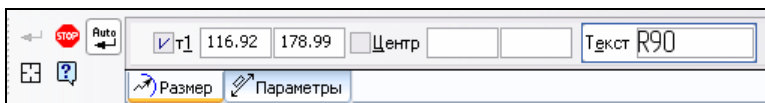
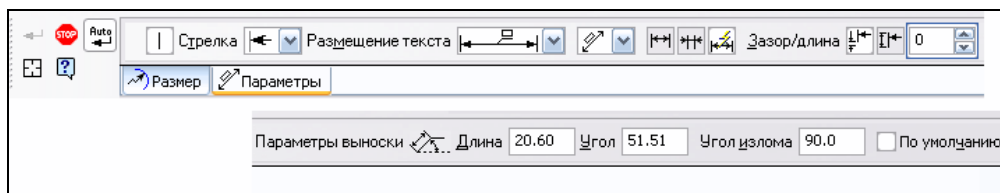

Рис. 2.11. Панель свойств команды **Радиальный размер с изломом** на вкладке **Размер**
Рис. 2.12. Панель свойств команды **Радиальный размер с изломом** на вкладке **Параметры**
- ◆ вызовите команду **Радиальный размер с изломом** из выпадающего меню команды **Линейный размер** на панели инструментов **Размеры**. Укажите курсором дугу, которую необходимо измерить. Обратите внимание на Панель свойств данной команды. В версии 12 эта панель состояла всего из одной вкладки **Размер**. В данной версии, кроме вкладки **Размер** (рис. 2.11), появилась еще одна вкладка — **Параметры** (рис. 2.12);
- ◆ для настройки параметров размеров щелкните ЛК мыши по вкладке **Параметры** (см. рис. 2.11). Это точно такая же вкладка, как при простановке линейных размеров, диаметральных и радиальных размеров. На ней необходимо задать вид стрелки, размещение стрелок, способ размещения текста, ответвления и т. п.);